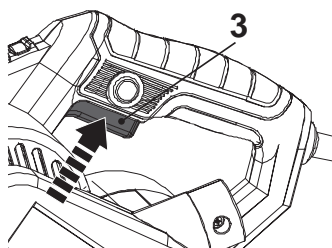

Fig. 13
1. Mettez le produit en marche en appuyant sur l'interrupteur marche/arrêt **(3)** (Fig. 13)